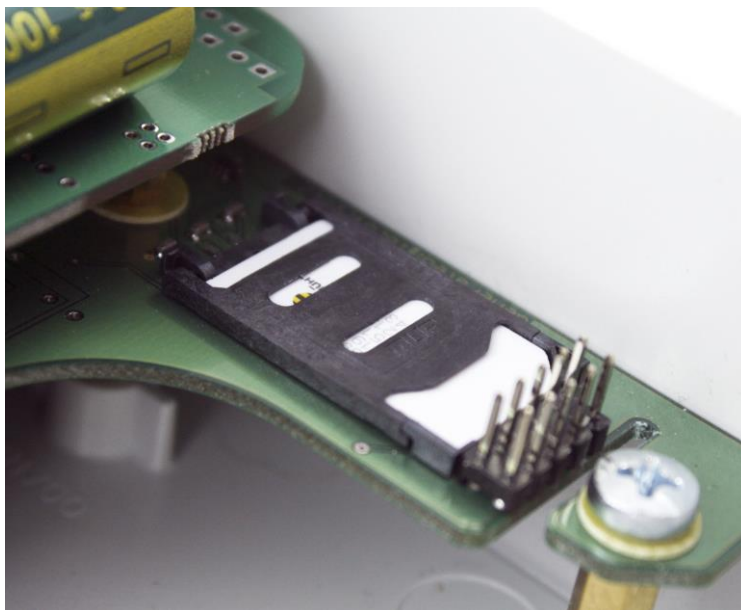

Рисунок 2.5
4) Закрывать держатель SIM карт (см. Рисунок 2.5).